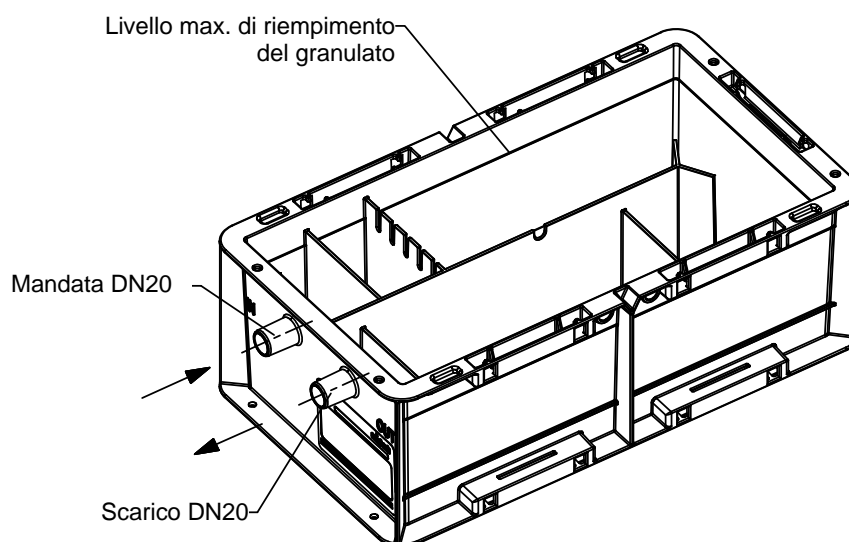

Fig. D-2: livello di riempimento del granulato N-14, N-70
- Rifornire di granulato di neutralizzazione come illustrato in Fig. D-2, D-4, D-5 o D-6. L'N-14 è già pieno di granulato.